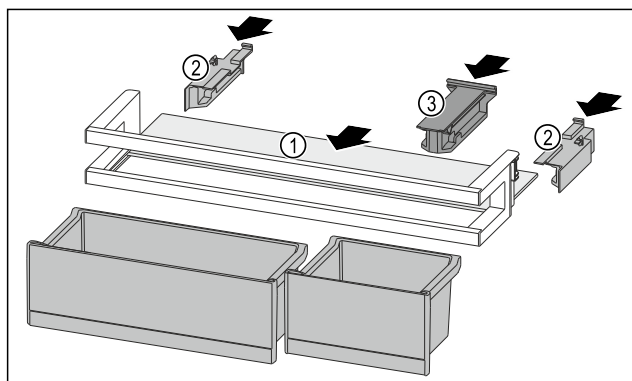

Fig. 130
- Вкарайте рафта Fig. 130 (1) в страничните прорези.
- Поставете страничните части Fig. 130 (2).
- Поставете задържащата част Fig. 130 (3).